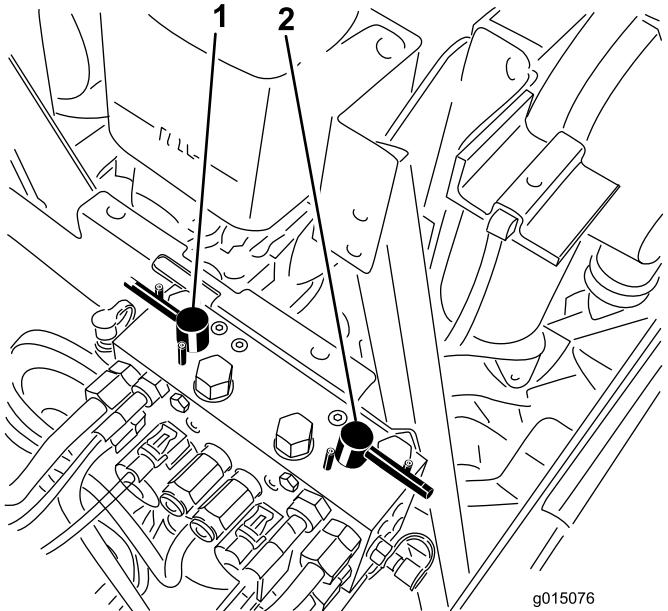

Figura 99
4. Seleccione la palanca de autoafilado correspondiente a los molinetes que desea autoafilurar: delanteros, traseros o ambos (Figura 99).